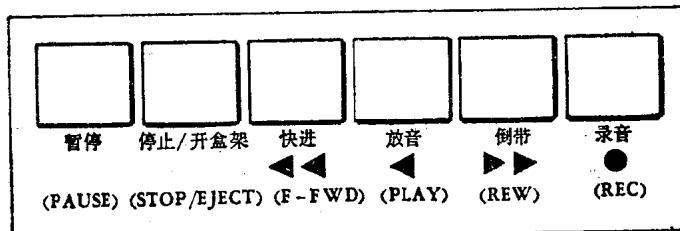

图1-12 单录机的主要按钮
(1) 暂停(PAUSE)：在录音和放音过程中，需要暂停时，可揿此按钮。这时录音机电源未断开，录音机仍处于工作状态，只是磁带不走。再揿此按钮使其复位，磁带又随即运转。
(2) 停止/开盒架(STOP/EJECT)：录音或放音完毕，揿此按钮，电源被切断，录音机不工作。再揿此按钮，则录音机的磁带盒架自动打开一定角度，可取出或放入磁带盒。
(3) 快进(F-FWD)：快进常用两个黑三角◀◀*表示(图1-12)。黑三角的方向与放音的黑三角相同。在放音过程中，如需跳过一段节目听后面节目时，可先揿下停止/开盒架按钮，使磁带停走，再揿下此按钮时则磁带快速向前卷。
(4) 放音(PLAY)：常用一个黑三角◀表示(图1-12)，
(5) 倒带(REW): 常用两个与放音相反方向的黑三角
►►表示(图 1-12)。当听完一段节目还须重听时, 可先揿下停止/开盒架按钮, 使磁带停走, 再揿下倒带按钮, 则磁带将被快速回卷。盘式录音机使用完毕后, 须把磁带卷回原磁带盘, 挿下倒带按钮, 则磁带将被快速卷回原磁带盘。
(6) 录音(REC): 录音按钮常用红色标志。录音时, 大多数录音机需同时揿下放音和录音两按钮, 否则不能录音。